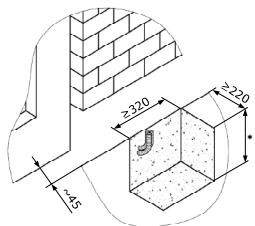

Рисунок 2.
- Подготовьте яму (рис. 2) под фундамент для привода. Расположение ямы относительно проема выберите в зависимости от конструкции ворот (например, при самонесущих воротах привод располагается так, чтобы шестерня находилась посередине между роликовыми опорами). Яму выполните на глубину, при которой не происходит промерзание грунта.
- Залейте бетон в подготовленную яму (*рис. 2*).